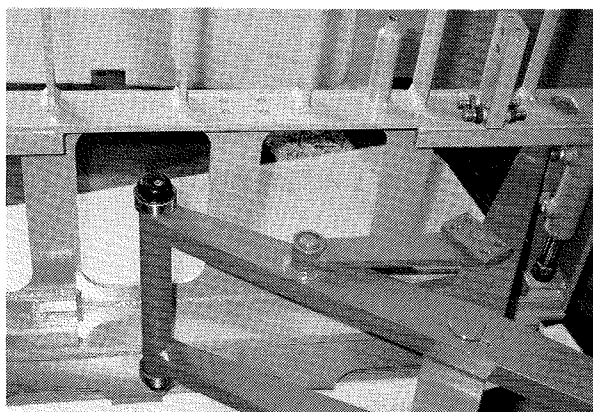

図2
5. フェースプレートを吊り上げて左右、交互に移動させながらアームより引き出す。(図2)